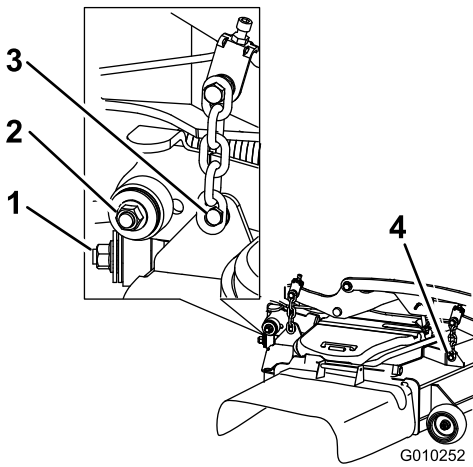

Figura 121
7. Retire y guarde los herrajes de ambos lados de la carcasa, según se muestra en Figura 121.